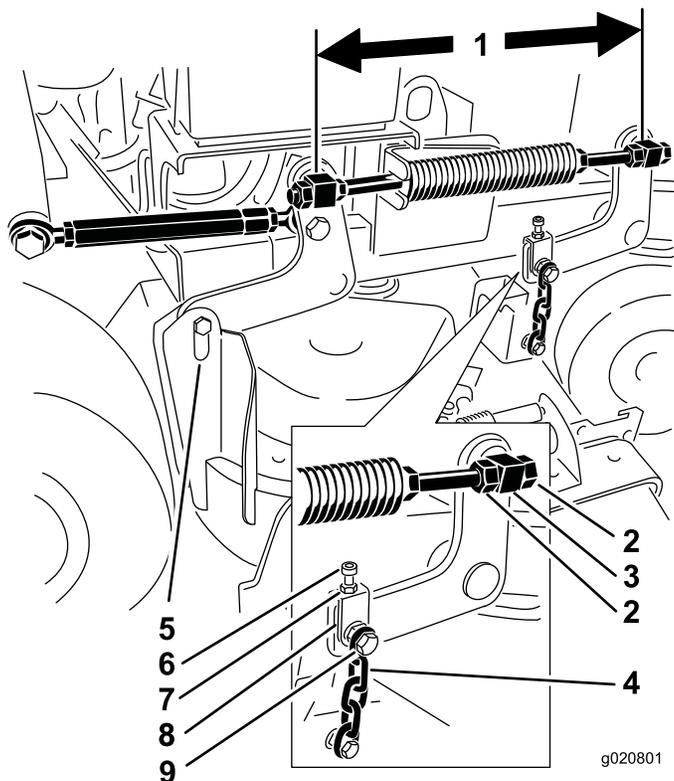

Figura 82
6. Compruebe la distancia entre los pivotes, midiendo desde el centro de un pivote al centro del otro (distancia entre centros) en cada varilla roscada (Figura 82).
11. Si es necesario ajustarlo, afloje el perno superior de la cadena (Figura 82).
5. Afloje los pernos superiores de las cadenas (Figura 82).